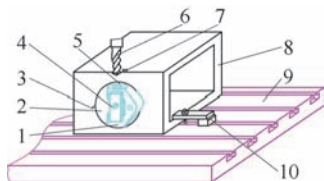

图5 旋转盘装夹法钻削工件同轴孔
该方法可用图5所示的装夹实例来说明。
步骤：①将工作台在镗床上加工一个安装圆盘的止口，中间钻一个安装螺栓的孔，将事先加工好的圆盘用螺栓、压板等紧固在该工作台的止口中，并在圆盘和工作台上一起钻铰 180° 对称的两个安装定心轴的孔，在圆盘的上下方向上用中心钻刻划上一道中心线。②将工作台按照图5的方式用压板、螺栓、螺母及垫块